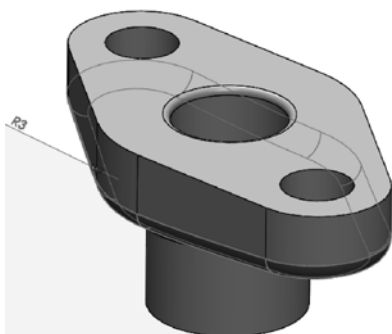

图 1-30 设置圆角半径的尺寸名称
STEP 3 退出草图，右击“圆角 2”的半径尺寸值，在打开的“尺寸”属性管理器中，设置其尺寸名称为“r1”，如图 1-30 所示。